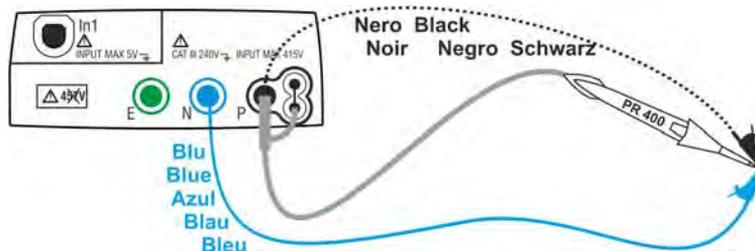

Fig. 7 : Compensation de la résistance des câbles simples et de l'embout à distance
- Connecter les crocodiles et/ou les embouts et/ou l'embout à distance entre eux comme d'après la Fig. 7.